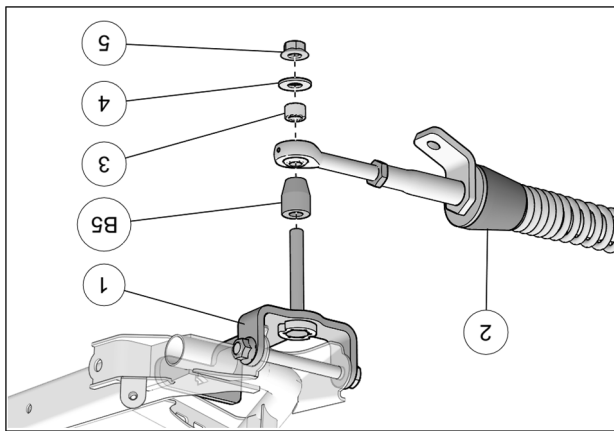

Fig. 10
9. Fixer le bras stabilisateur (2) à l'ancrage de suspension (1) à l'aide de l'espacer long (B5), de l'espacer court (3), de la rondelle (4) et de l'écrou autobloquant (5). Serrer à un couple de 70 N•m [52 lb•pi]. Voir la Fig. 10